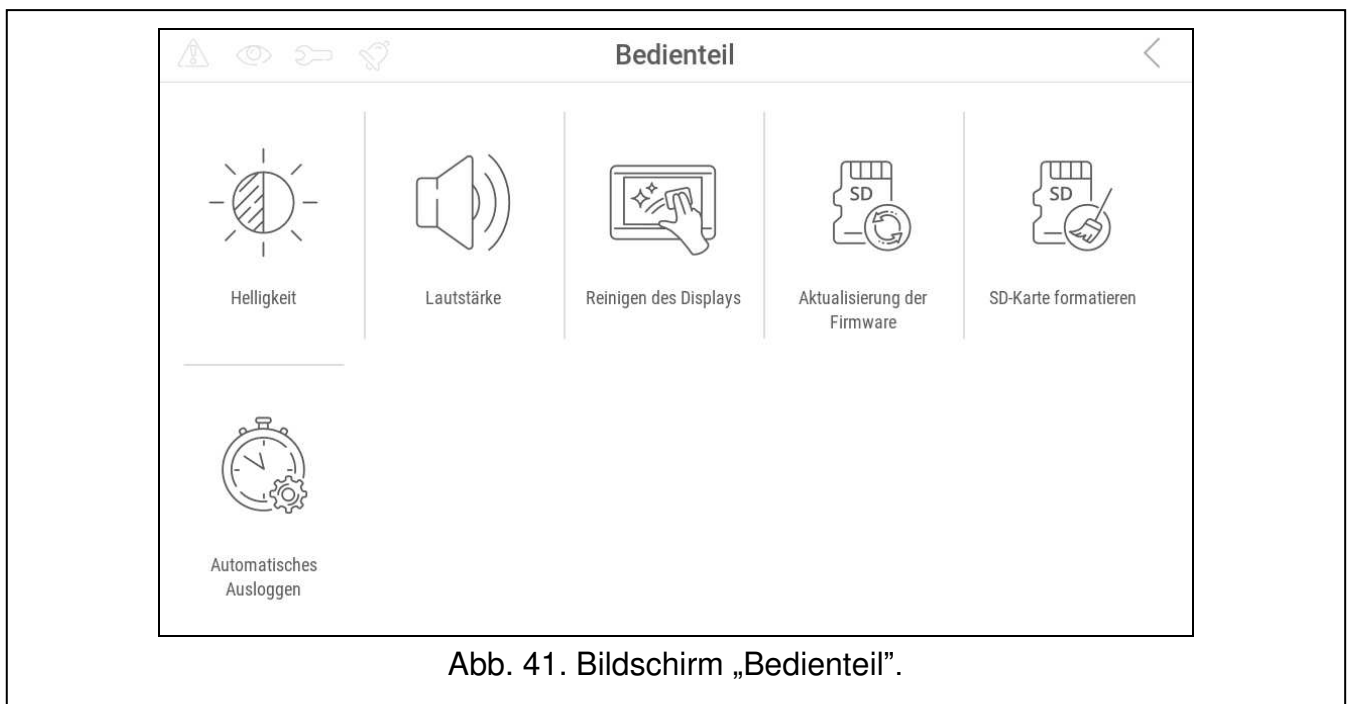

Abb. 41. Bildschirm „Bedienteil“.
6. Tippen Sie auf die Funktion „Bedienteil“. Es wird der Bildschirm „Bedienteil“ angezeigt (Abb. 41).
3. Tippen Sie auf die Funktion „Bedienteil“. Es wird der Bildschirm „Bedienteil“ angezeigt (Abb. 41).